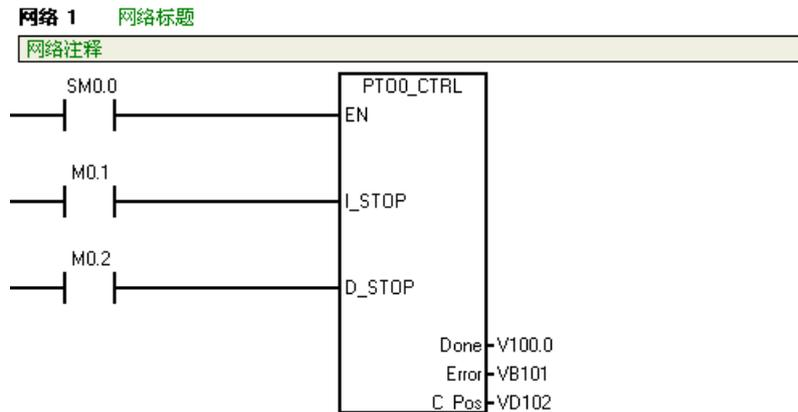

图 4-13
(2) 插入PTO0\_CTRL（启用和初始化运动轴）子程序，在项目中只每条运动轴使用一个PTO0\_CTRL子程序，并确保程序会在每次扫描时调用此子程序。使用 SM0.0（始终接通）作为 EN 参数的输入。I\_STOP,D\_STOP均为低电平才可以正常输出，程序调用如图4-13所示。